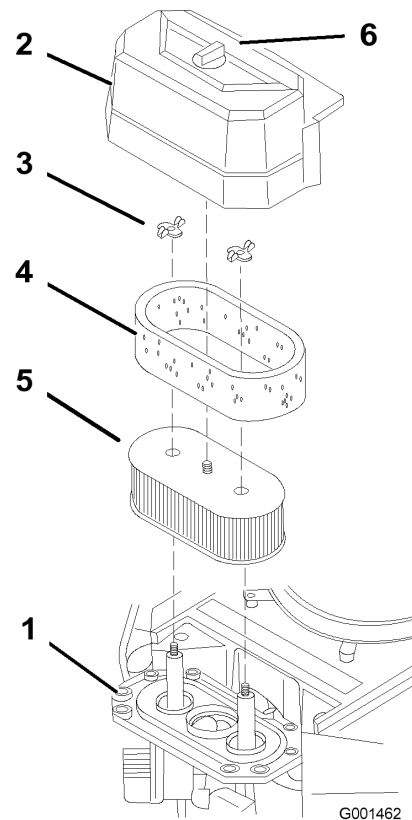

Figura 18
3. Limpie alrededor del limpiador de aire de forma que la suciedad no penetre en el motor y cause daños (Figura 18).
4. Desenrosque el pomo de la cubierta y retire la cubierta del limpiador de aire (Figura 18).
5. Desenrosque las 2 tuercas de orejeta y retire el conjunto del limpiador de aire (Figura 18).
6. Retire cuidadosamente el filtro de gomaespuma del filtro de papel (Figura 18).
1. No limpie el filtro de papel. Cámbielo cada 200 horas de funcionamiento (Figura 18).
1. Deslice cuidadosamente el filtro de gomaespuma sobre el filtro de papel (Figura 18).
2. Coloque el conjunto del limpiador de aire sobre la base del limpiador de aire y fíjelo con 2 tuercas de orejeta (Figura 18).
3. Coloque en su posición la cubierta del limpiador de aire y apriete el pomo de la cubierta (Figura 18).